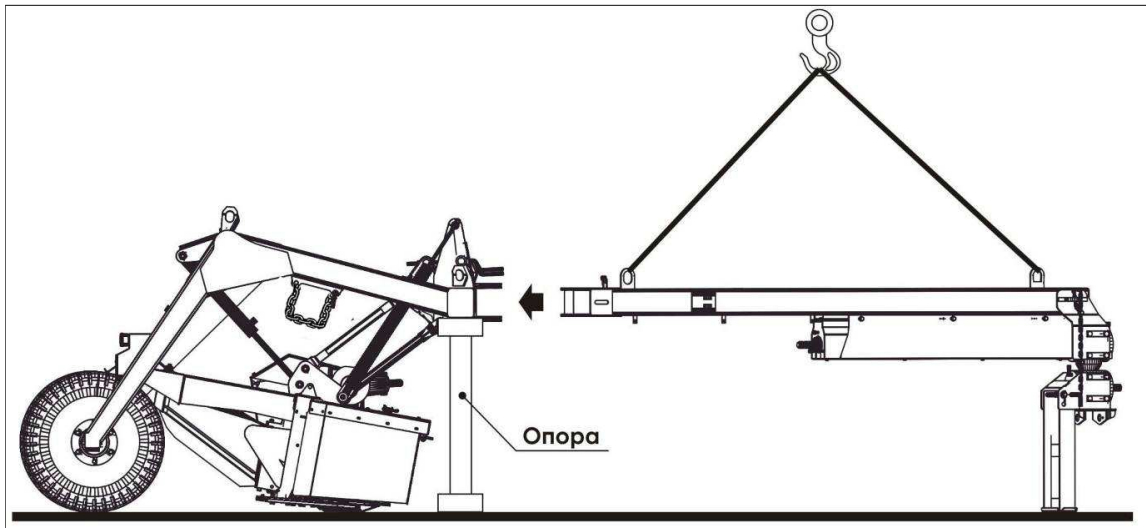

Рисунок 5.1 – Схема досборки косилки
2) Поднять косилку грузоподъёмным устройством. Установить и закрепить ходовые колеса на раме косилки. Транспортные опоры 10 (рисунок 2.5) следует снять. При необходимости допускается транспортные опоры установить на те же кронштейны, вставив их сверху. Опустить косилку на поверхность площадки, предварительно подставив под раму подставку такой высоты, чтобы плоскость кронштейна для присоединения сницы была параллельна поверхности земли (рисунок 5.1). Накачать шины ходовых колес до давления 0,3 МПа. Застопорить косилку от продольного перемещения башмаками, прилагаемыми к машине, подставив их под ходовые колеса с разных сторон.
3) Застропить сницу. С помощью грузоподъёмного устройства завести сницу в кронштейн рамы косилки (рисунок 5.1). Совместить отверстия кронштейна и сницы. Зафиксировать сницу, вставив в отверстия монтажку.